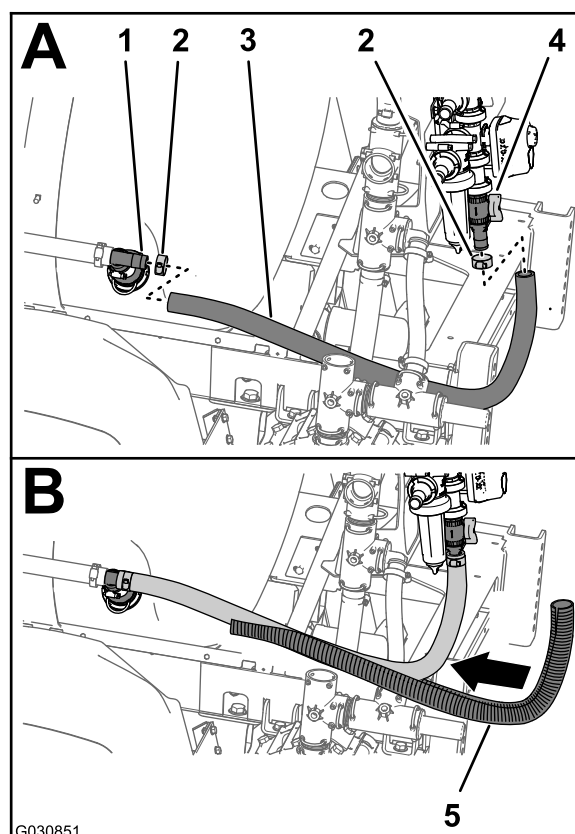

図 103
1. 液剤タンクの後ろ側の攪拌ノズルのバープ付き T 字フィッティングに、ホース 1 x 104cm を組み付ける 図 103。
2. ホースを T 字フィッティングに固定する 図 103 ステップ 2 攪拌バルブ、ボールバルブ、ホースを取り外す (ページ 32) で外したクランプを使用する。
3. ホース 1 x 104cm のもう一方の端を、バイパスバルブの底部にあるバープ付きストレートフィッティングに取り付ける 図 103。
4. ホースをストレートフィッティングに固定する 図 103 攪拌バルブとバイパスバルブを分解する (ページ 33) で外したクランプを使用する。
5. ホース 1 x 104cm の上から渦巻きチューブ 図 103 を取り付ける。